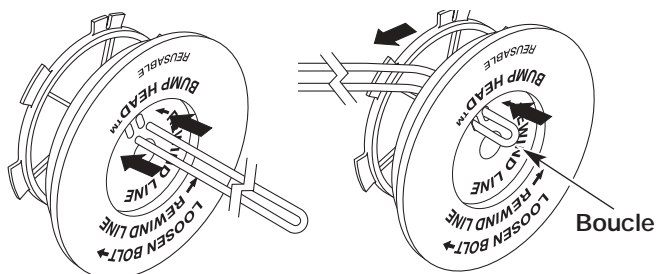

Fig. 36
- Découpez environ 6 m (18 pi) de fil neuf et faites-en deux boucles de longueurs égales. Insérez chaque extrémité de fil dans l'un des deux trous du moulinet (Fig. 36). Tirez le fil à travers le moulinet pour que la boucle soit le plus petit possible.